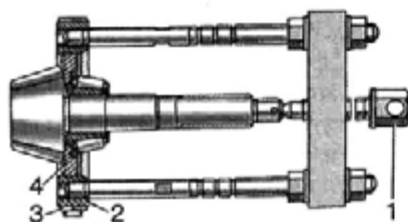

Рис. 5.37. Снятие подшипника с ведущей шестерни главной передачи:
• снять внутреннее кольцо заднего подшипника ведущей шестерни съемником 7823-6087, собранным вместе с вкладышем 7823-6100, как показано на рис. 5.37. Для того, чтобы заплечики вкладыша 4 плотно входили между обоймой подшипника и шестерней, следует опоры 2 сжать болтами с гайками 3. Выпрессовать внутреннее кольцо подшипника вращением винта 1;